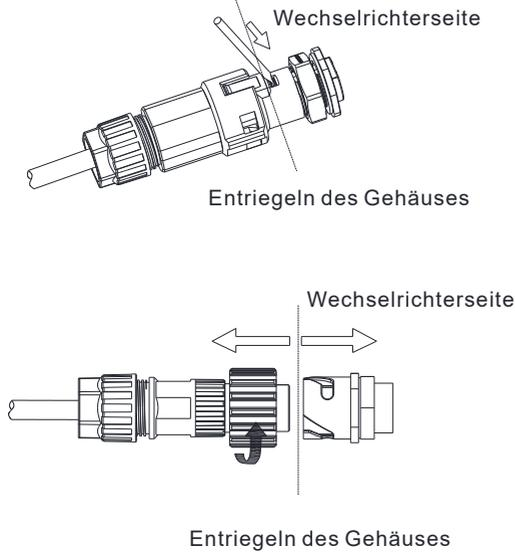

Abb. 5.15
- Wir verweisen auf Abb. 5.15 und 5.16, wenn Sie sowohl Netz-als auch Reservestrom verwenden möchten. Schließen Sie das Gerät wie in der Abbildung dargestellt an das Wechselstromnetz und den NSV-AUSGANG an.
- Wenn Sie sowohl netzgekoppelt als auch netzunabhängig arbeiten wollen, können Sie ATS (Automatic Transfer Switch) wie in Abb. 5.15 und 5.16 beschrieben verwenden. Alternativ können Sie an Growatt wenden, um Hilfe bei der Verbindung zu erhalten.